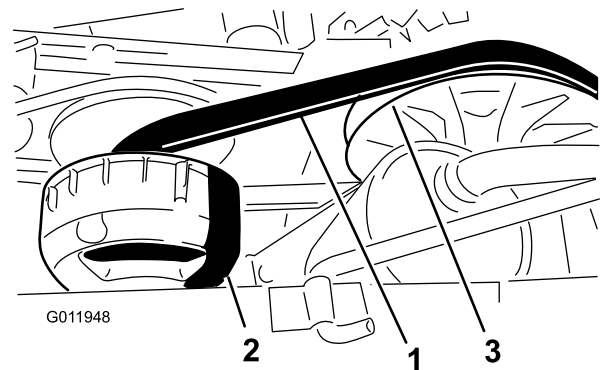

Figura 67
4. Haga girar la correa e inspecciónela (Figura 67) para asegurarse de que no está excesivamente desgastada o dañada.
3. Haga girar la correa y llévela sobre el embrague secundario (Figura 67).
4. Retire la correa del embrague primario (Figura 67).
5. Coloque la correa nueva sobre el embrague primario (Figura 67).
6. Haga girar la correa y llévela sobre el embrague secundario (Figura 67).